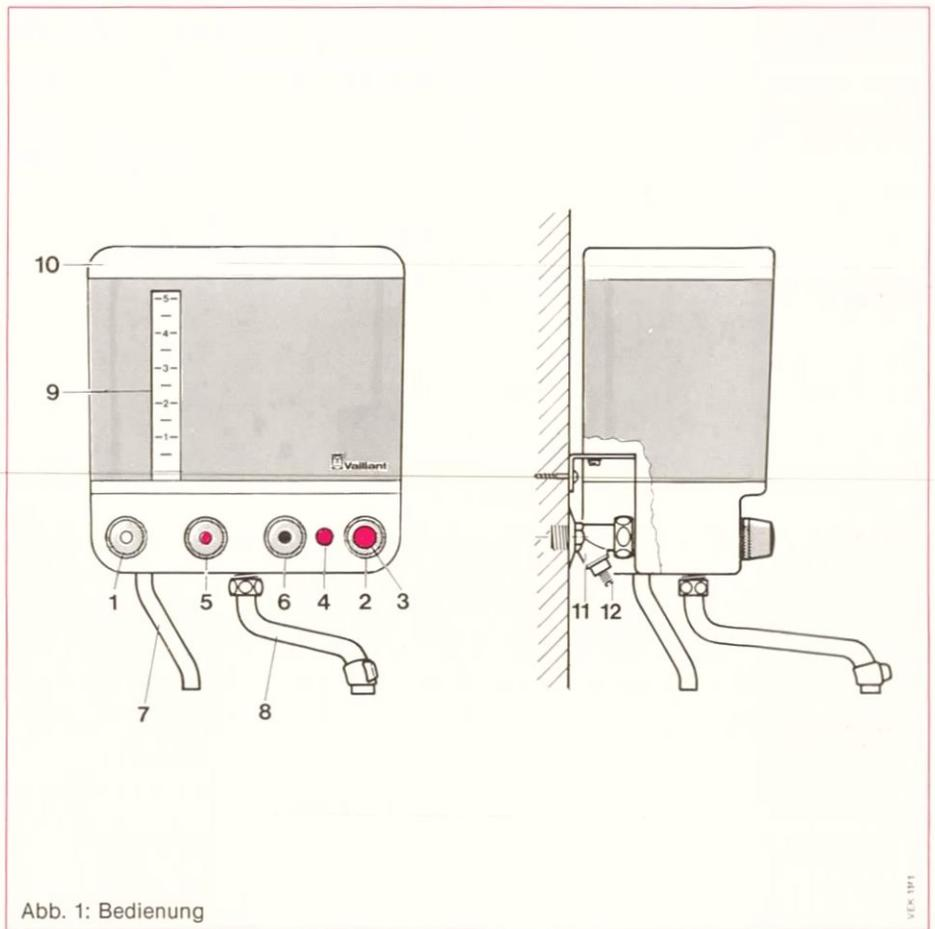

Abb. 1: Bedienung
Alle Armaturen, die Sie beim normalen Gebrauch berühren, sind gegen Wärmeübertragung geschützt. Dagegen können Wasserbehälter, Überlaufrohr (7, Abb. 1) und Schwenkauslauf (8, Abb. 1) bis 100°C heiß werden; bei kochendem Wasser kann Dampf aus dem Überlaufrohr (7) austreten.
Bitte lassen Sie die erste Inbetriebnahme durch den konzessionierten Fachhandwerksbetrieb vornehmen, der die Verantwortung für die ordnungsgemäße Installation übernommen hat. Bevor Sie den VEK 5L in Betrieb nehmen, öffnen Sie das Kaltwasser-Absperrventil (11, Abb. 1), indem Sie die Absperrschraube (12, Abb. 1) mit dem Schraubendreher linksherum drehen.